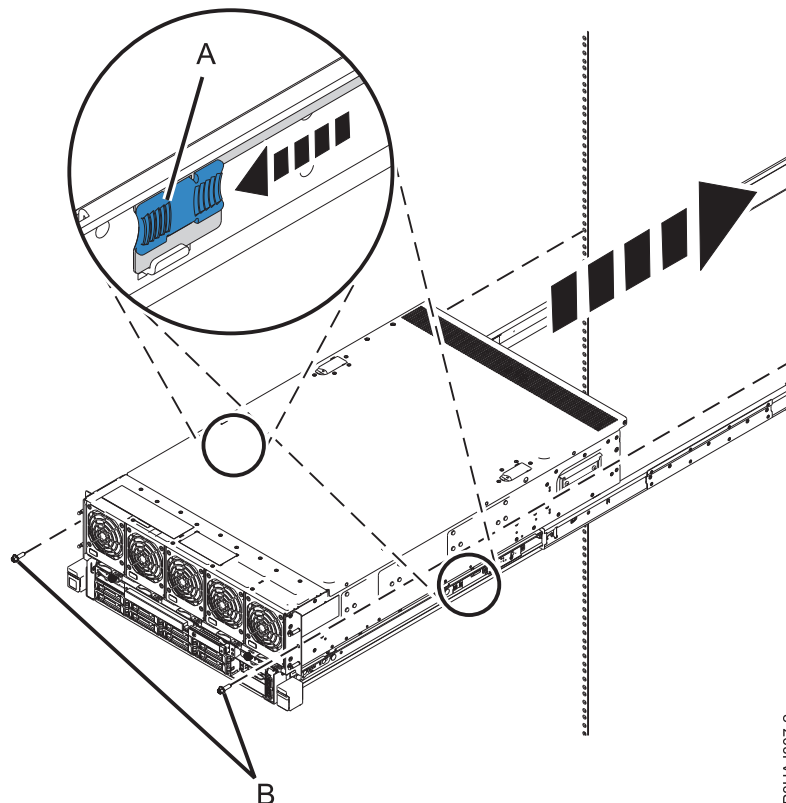

Figura 13. Liberando as travas no meio dos trilhos e empurrando o sistema totalmente para dentro do rack
7. Libere as travas no meio dos trilhos e empurre o sistema totalmente para dentro do rack, conforme mostrado em Figura 13 na página 13.